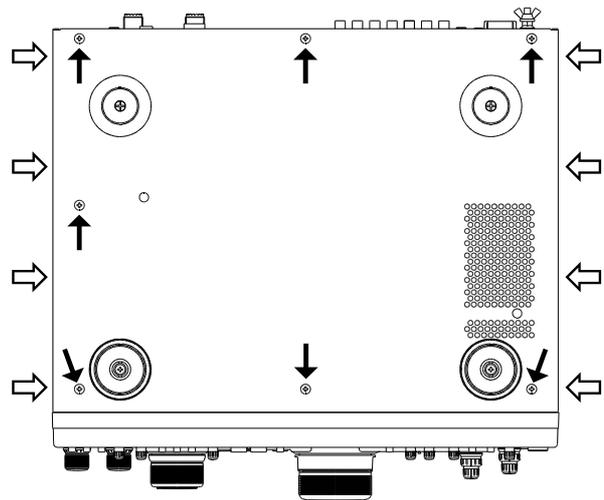

Figure 1
- En référence à la Figure 1, ôter les quatre vis ( $\Rightarrow$ ) de chaque côté du transceiver et les sept ( $\rightarrow$ ) qui se trouvent sur le couvercle inférieur, puis enlever le capot inférieur.
- En référence à la Figure 1, ôter les quatre vis (⇔) de chaque côté du transceiver et les sept (→) qui se trouvent sur le couvercle inférieur, puis enlever le capot inférieur.